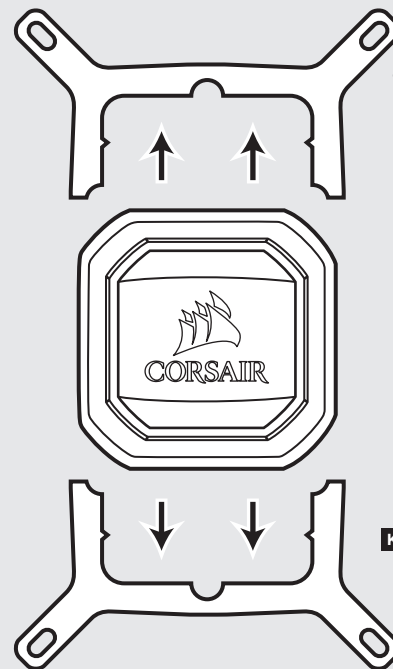

figure 1
- Отсоедините встроенный монтажный кронштейн Intel (рис. 1).
- 拆下Intel安装支架（图1）。